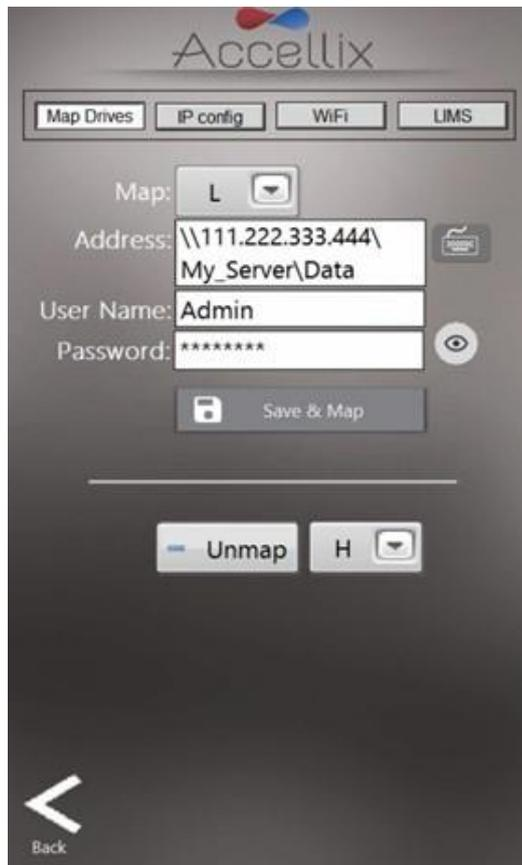

Abbildung 26: Netzwerkbildschirm: Registerkarte „Map Drives“ (Laufwerke zuordnen)
Der Bildschirm **Network function** (Netzwerkfunktion) (Abbildung 26) besitzt 4 Registerkarten:
1. Die Registerkarte „Map Drives“ (Laufwerke zuordnen) (Abbildung 26) ermöglicht es dem Benutzer, einen Laufwerksbuchstaben einem Netzlaufwerk zuzuordnen.